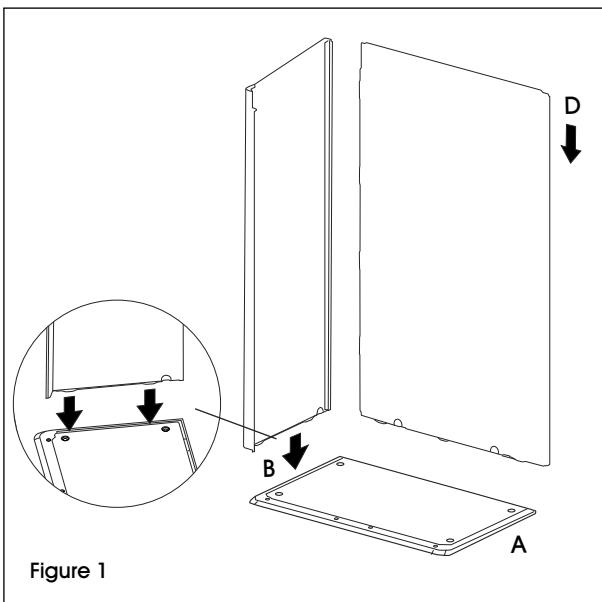

Figure 1
- Insérez le panneau latéral gauche (B) dans le panneau de plancher (A). (Voir Figure 1)